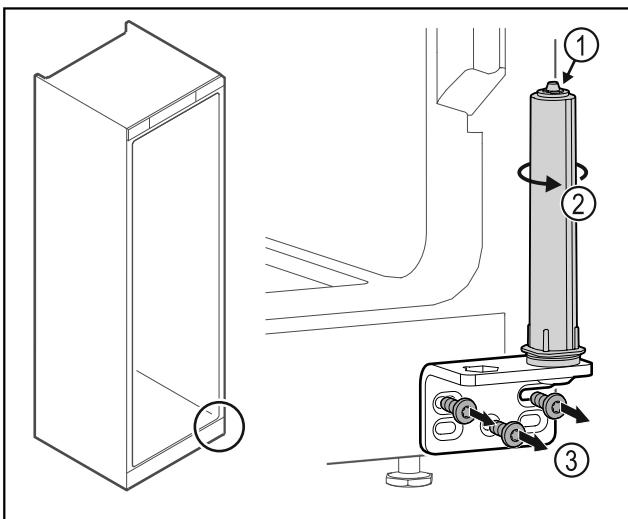

Fig. 28
- Neizjauciet durvju slēgšanas sistēmu Fig. 28 (1).
- Pagrieziet slēgšanas sistēmu Fig. 28 (2), līdz tā noklikšķ.
- Noskrūvējet lokāmos kronšteinus Fig. 28 (3).